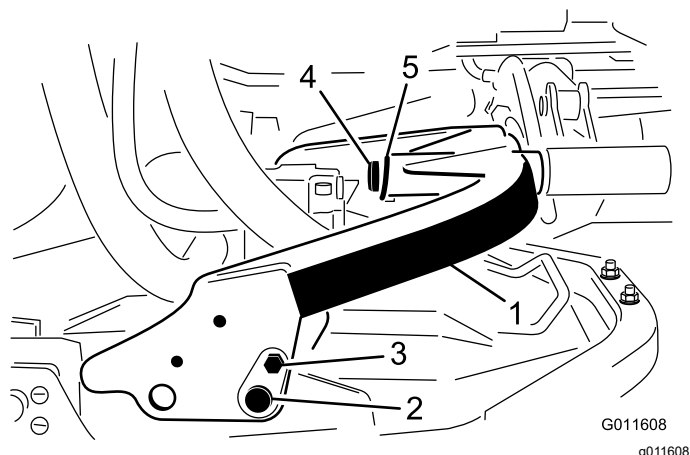

Figure 2
1. Faites pivoter le bâti porteur et fixez-le au support du plateau de coupe avec la goupille, le boulon et l'écrou. Positionnez-le comme montré à la Figure 2.
Remarque: Pour les unités de coupe arrière, pivotez le bâti porteur en avant (Figure 2). Pour les unités de coupe avant, pivotez le bâti porteur en arrière.